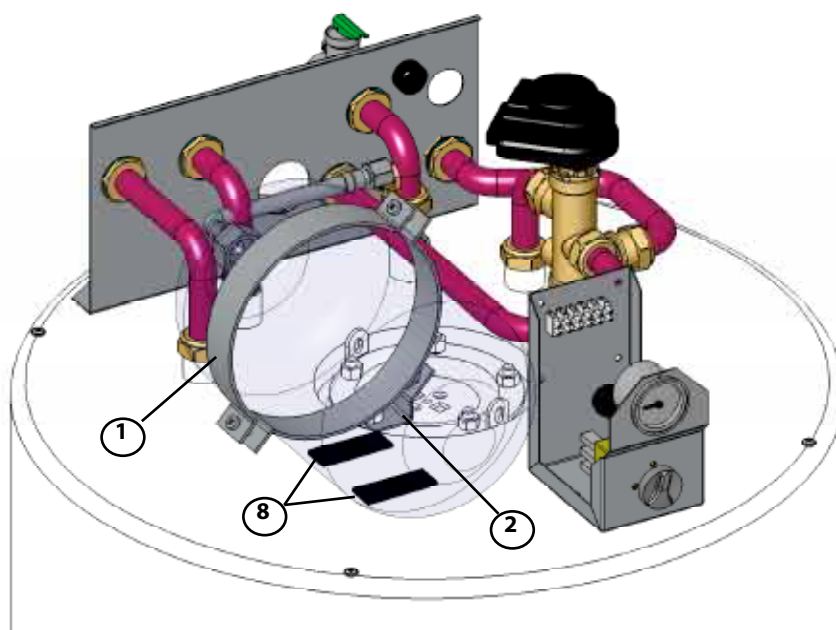

рис. 9
1. Закрепите скобу (2) на фланце водонагревателя, используя уже существующую блокировочную гайку (см. рисунок 9).